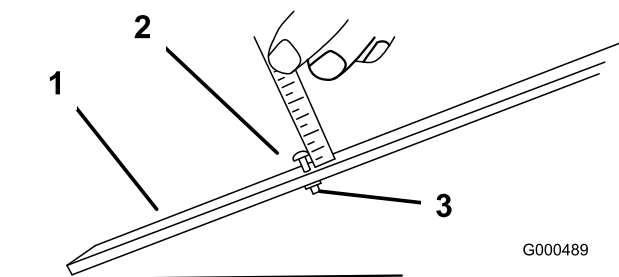

図 15
2. ゲージバーのナットをゆるめ、調整ネジを希望の刈り高に合わせる 図 15。ネジ頭の下からバーの表面までの距離が刈り高となる。